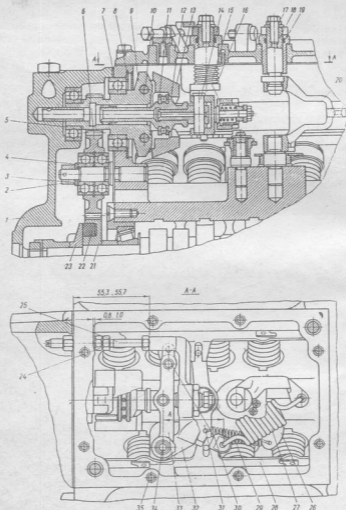

Рис. 2. Регулятор частоты вращения:
10. Установить перепускной клапан. Проверить величину выступания головки регулировочного болта 25 (рис. 2) над привалочной плоскостью корпуса насоса (оно должно составлять $55,3-55,7$ мм). Зазор между корпусом насоса и ограничивающей гайкой 24 должен быть равен $0,8-1,0$ мм, размер А, определяющий расстояние между точкой приложения усилия главной пружины и образующей оси рычага $51,5-52,5$ мм. Болт и ограничитель законтрить. (Ключ гаечный 17 мм, штангенциркуль).